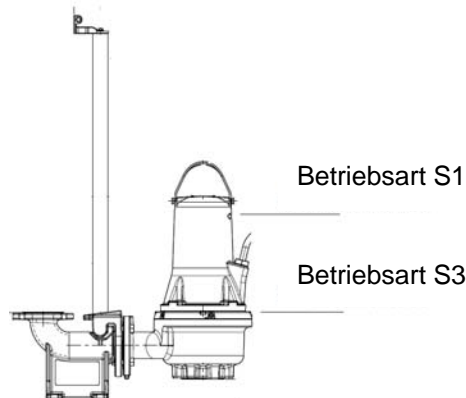

Abb. 2 Ausschalt niveaus
- **Betriebsart S1.** Die Pumpe muss immer bis zur Motoroberkante in das Fördermedium eingetaucht sein. Siehe Abb. 2.
- **Betriebsart S3 (Aussetzbetrieb),** die Pumpe muss stets bis zum oberen Teil des Pumpenkörpers von der gepumpten Flüssigkeit bedeckt sein. Siehe Abb. 2 (nur für nicht explosionsgeschützten Versionen).